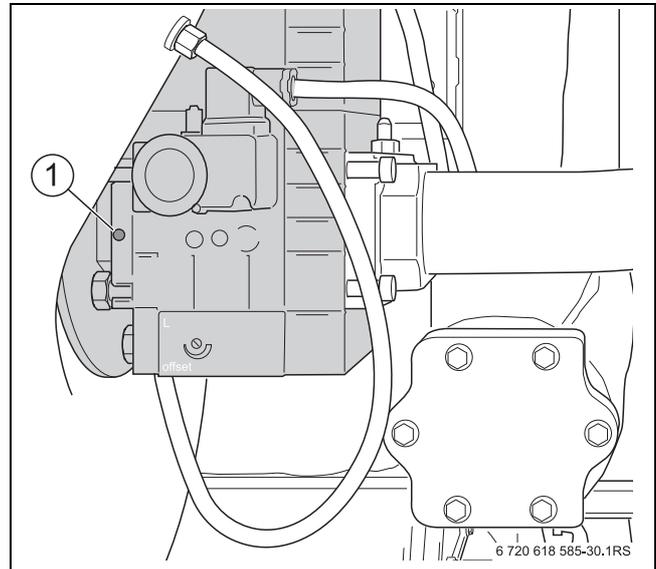

Рис. 32 Проверка содержания CO2 при полной нагрузке
- При содержании CO2 меньше 8,5 % или выше 9,6 % установите регулировочным винтом большой нагрузки 9,1 % (см. рис. 32).